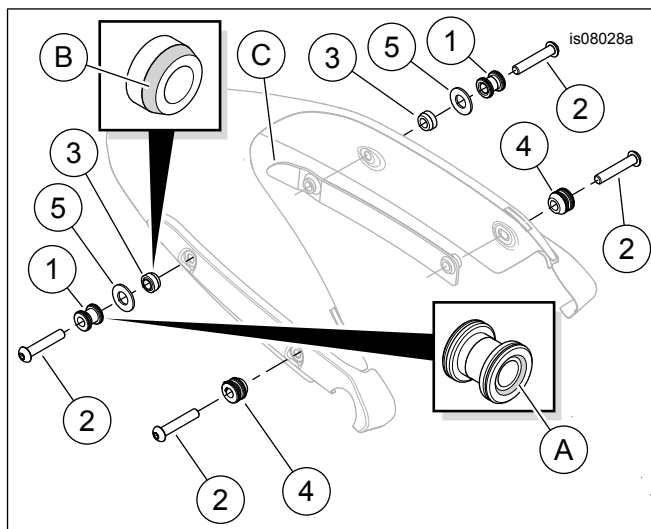

Figura 3. Peças de reposição, kit de ferragens de suporte
Veja Figura 3 e Tabela 1.
1. Veja Figura 3. Remova e descarte o parafuso do suporte do para-lama **traseiro**.
2. Pegue um ponto de suporte largo (1), um parafuso (2) e um espaçador do ponto de suporte (3) do kit.
3. Instale o ponto de suporte, com a extremidade escareada (A) por último, conforme exibido nas roscas do parafuso. Instale o espaçador do ponto de suporte, com a extremidade cônica (B) por último, nas roscas.
4. Instale o parafuso através do suporte do para-lama, através do para-lama e no espaçador de montagem do para-lama (C). Aperte com os dedos.
6. Pegue um ponto de suporte estreito (4) e o parafuso (2) do kit.
9. Instale o parafuso através do suporte do para-lama, através do para-lama e no espaçador de montagem do para-lama (C). Aperte com torque de 54,2 N·m (40 ft-lbs).
- b. Veja Figura 3. Remova o parafuso montado (2), o ponto de suporte largo (1) e o espaçador do ponto de suporte (3) da posição do ponto de suporte traseiro em cada lado.
- d. Gire os pontos de suporte em 180 graus. Instale os pontos de suporte, com a extremidade escareada (A) **primeiro**, nas roscas dos parafusos.
- e. Pegue duas arruelas espaçadoras (5) do kit. Instale uma arruela espaçadora nas roscas de cada parafuso.
- f. Instale os espaçadores do ponto de suporte, com a extremidade cônica (B) por último, nas roscas.
- h. Instale os parafusos através dos suportes do para-lama, através do para-lama e nos espaçadores de montagem do para-lama (C). Aperte os parafusos com torque de 54,2 N·m (40 ft-lbs).